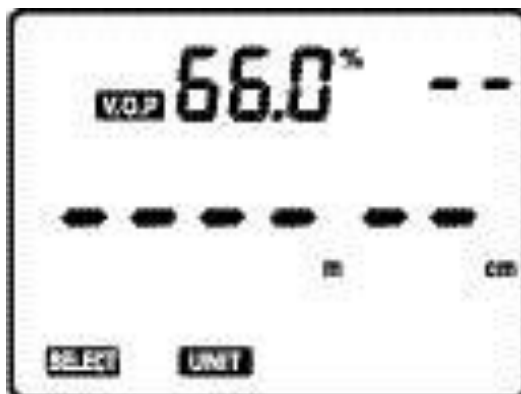
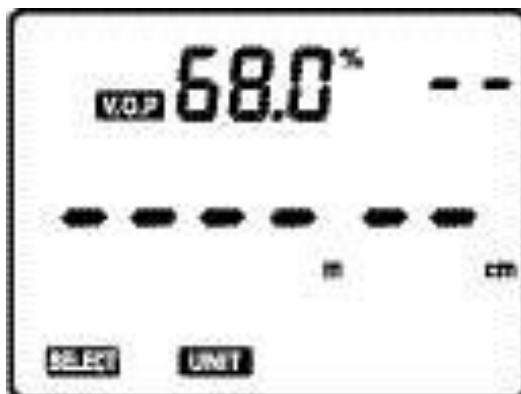

Fig. 1
Fig. 2
- ① 开机；
- ② 仪表显示上次设置的电缆类型(参阅 Fig.1 和 Fig.2)及相应的 V.O.P.值；
- ③ 按 SELECT 键，屏幕显示 LIBRARY 字符和 V.O.P 字符，按功能键 2 或 3 在 LIBRARY 和 V.O.P 之间切换；(选中图标闪烁)